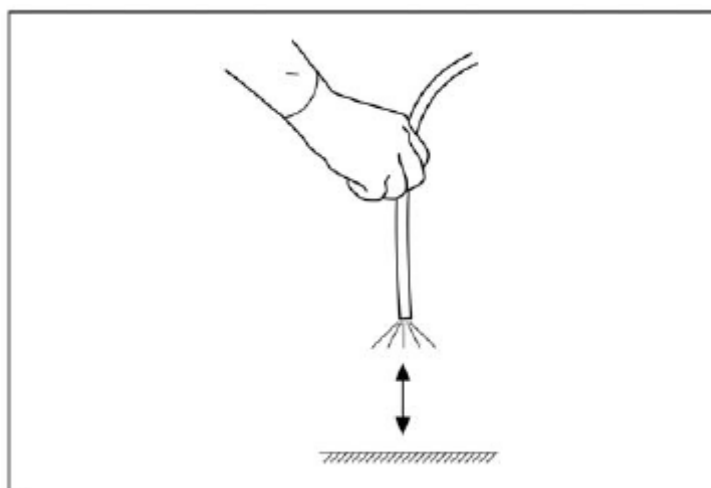

Fig 3.3
3. Aponte a extremidade distal do endoscópio para um objeto adequado e mova entre 1cm e 6cm de distância do objeto. Confirme se o brilho da imagem na tela permanece constante. (FIG 3.3)